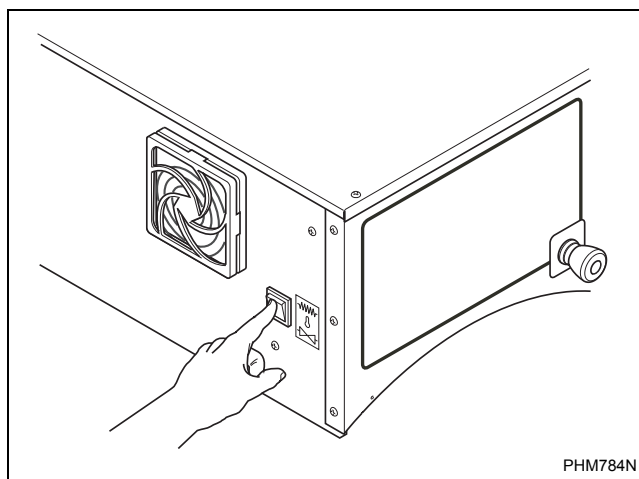

Figure 15
1. Pour commuter entre les modes de chauffage, localiser le commutateur du côté gauche du module de contrôle. Se reporter à la *Figure 15*.